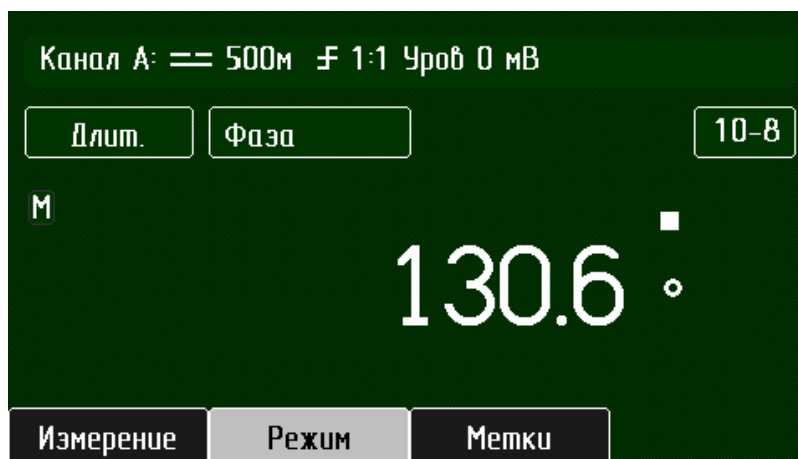

Рисунок 3.19 – Вид экрана для режима "Фаза"
- "Режим" - режим измерения "Фаза" (рисунок 3.19);